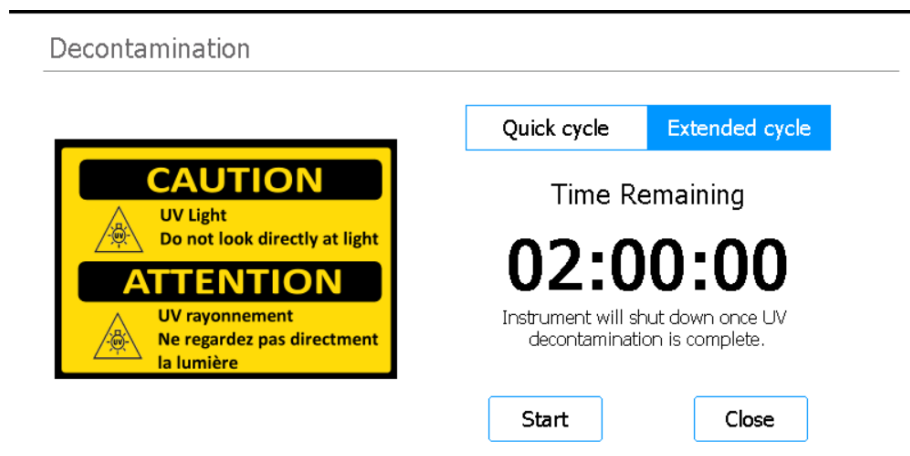

Abbildung 22 Bildschirm Decontamination mit Auswahl Extended cycle
- 3 Wählen Sie im oberen Bereich des Bildschirms die Option **Extended cycle**, wie in Abbildung 22 gezeigt.